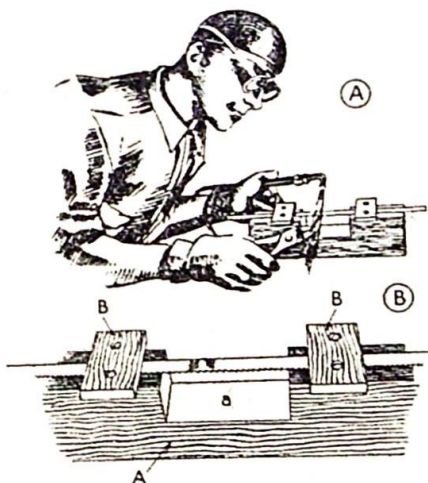
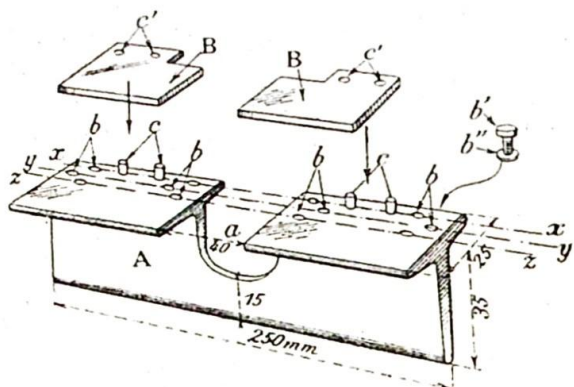

FIG. 66
FIG. 67
Voici deux dispositifs que tout praticien pourra faire lui-même : l'un est tout en bois (fig. 66, A) et sera facilement bricolé par le menuisier, tandis que l'autre, entièrement métallique (fig. 67), sera la monture qui aura la préférence du réparateur rural travaillant les métaux couramment.
b) Dans un morceau de fer de section en Té A (fig. 67) de  $25 \times 35$  mm.  $\times$  35/10 et de 250 mm. de longueur, faites en son milieu une échancrure *a* dans la semelle et dans l'âme, de 40 mm. de longueur et 20 mm. de profondeur, ce qui donne une table en deux parties, table préalablement dressée à la lime. Sur chacune de ces parties, percez et taraudez deux groupes de trous comportant chacun trois ouvertures *b* dans lesquelles pourront se prendre au choix deux vis à métaux *b'* avec rondelle plate *b''*. Chacun des trous constituant un groupe est disposé au sommet d'un triangle et en traçant ces derniers convenablement il y a toujours possibilité de poser dans un même alignement, *xx*, *yy* ou *zz* quatre vis *b'* avec rondelles sur les deux éléments de la table-support.